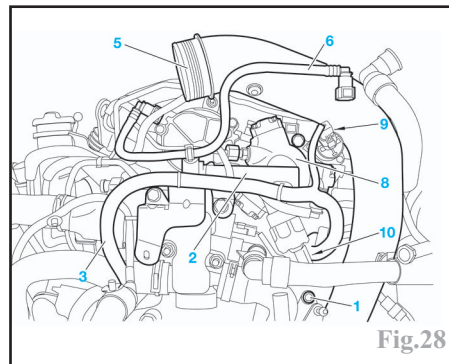

Fig.28
- le tuyau à dépression (6) (Fig.28).
- le tuyau d'alimentation et de retour carburant de la pompe haute pression (8).